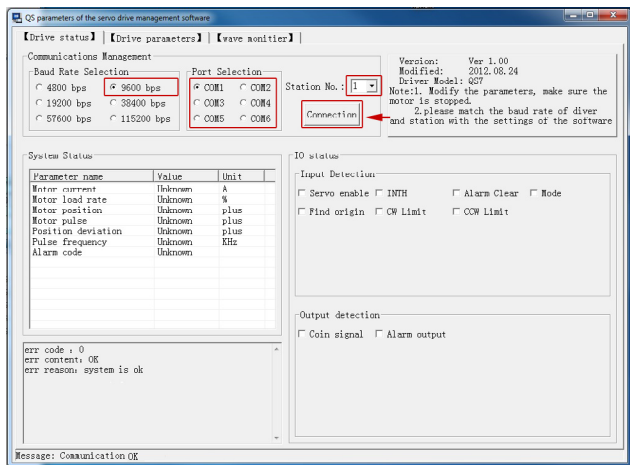

Рис. 2.
- В открывшемся окне, во вкладке «Drive status» необходимо указать параметры подключения к драйверу и нажать кнопку «Connection» (рис. 2):